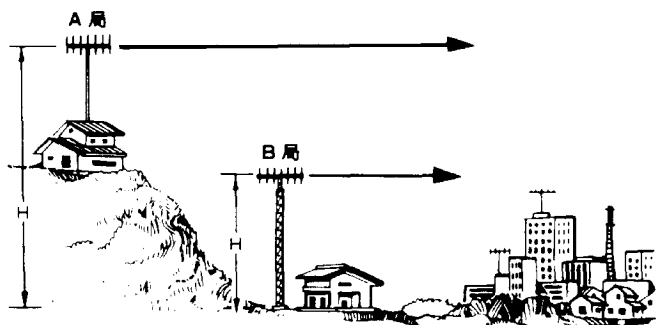

Fig. 6 – Günstiger Antennenstandort
Um einwandfreie DX-Verbindungen gewährleisten zu können, sollte die Antenne so hoch wie möglich installiert werden. Die ideale Lösung wäre ein Antennenstandort auf einem Hügel, wie auf Fig. 6 (A) gezeigt, was allerdings nur in seltenen Fällen realisierbar ist.